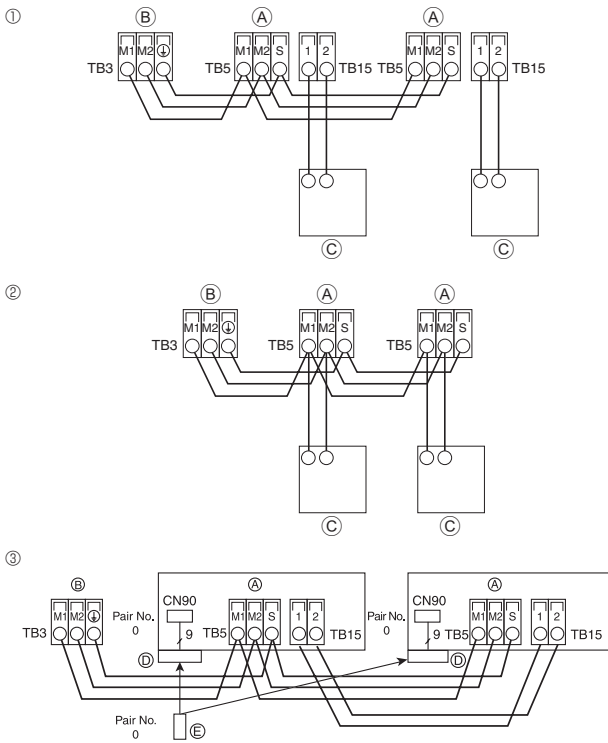
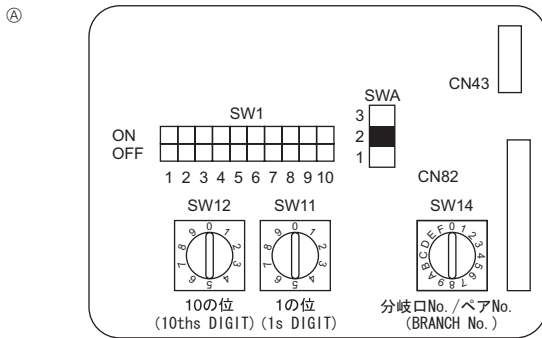

Fig. 6-3
Fig. 6-4
6.4. Anschluss der Fernbedenungs-, Innen- und Außenübertragungskabel (Fig. 6-3)
- ① MA-Fernbedienung
- ② M-NET-Fernbedienung
- ③ Kabellose Fernbedienung (bei Installation des kabellosen Signalempfängers)
6.5. Adressen einsetzen (Fig. 6-4)
- ① Einstellen von Adressen
- ② Einstellen von Zweignummern SW14 (nur R2-Serie)